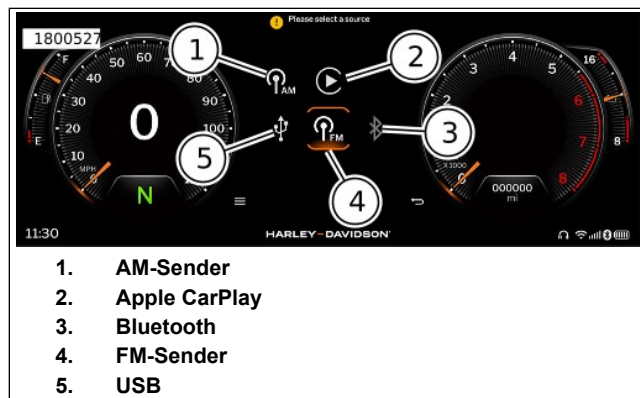

Abbildung 66. Quelle auswählen
Siehe Abbildung 66. Die gewünschte Medienquelle durch Drücken der OK/Eingabe-Taste (5) am LHCM oder Antippen des Symbols auf dem Bildschirm auswählen.